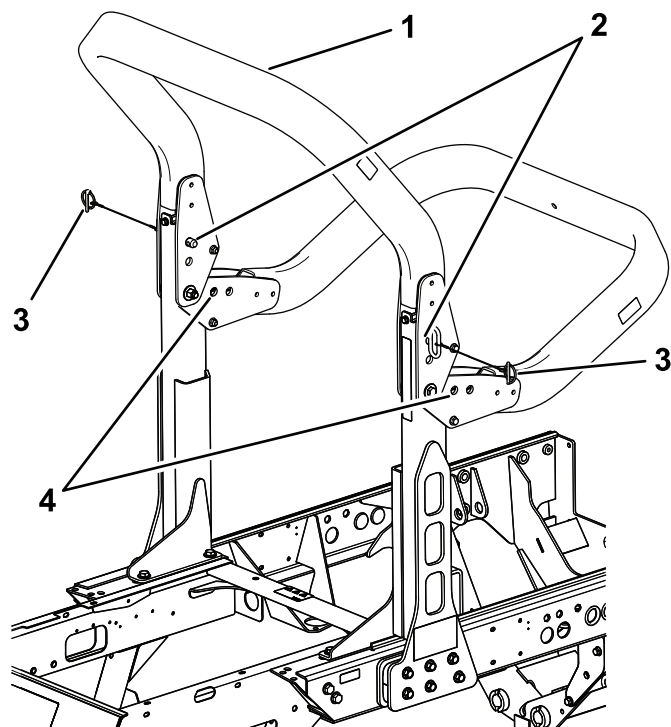

Figure 73
- Soutenez le poids du cadre supérieur de l'arceau de sécurité pendant que vous enlevez les goupilles de verrouillage et les axes de chape des supports de pivot (Figure 73).